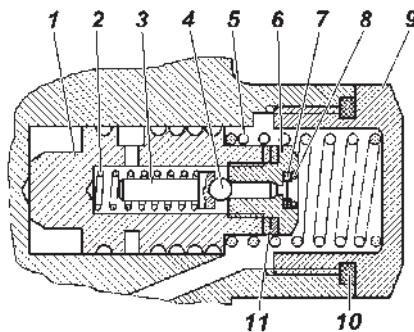

Рис. 9.31. Расходный и предо-хранительный клапаны насоса:
1. Отверните пробку-заглушку 9 (рис. 9.31), расположенную над выходным отверстием насоса.